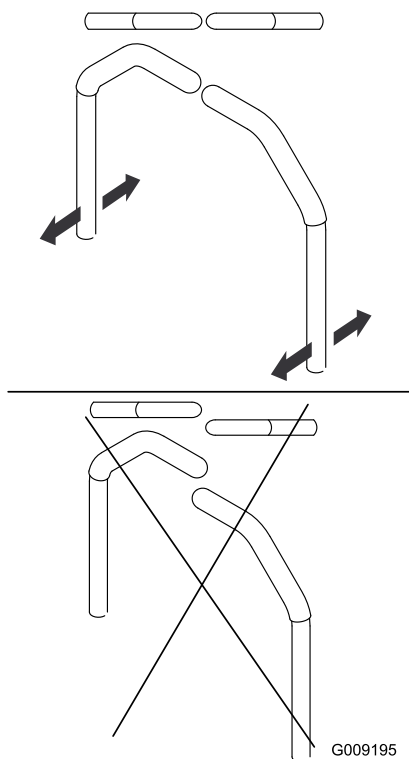

Figure 47
9. Réglez l'alignement avant/arrière des leviers en les plaçant simultanément à la position POINT MORT, puis faites-les coulisser jusqu'à ce qu'ils soient alignés et resserrez les boulons (Figure 47).